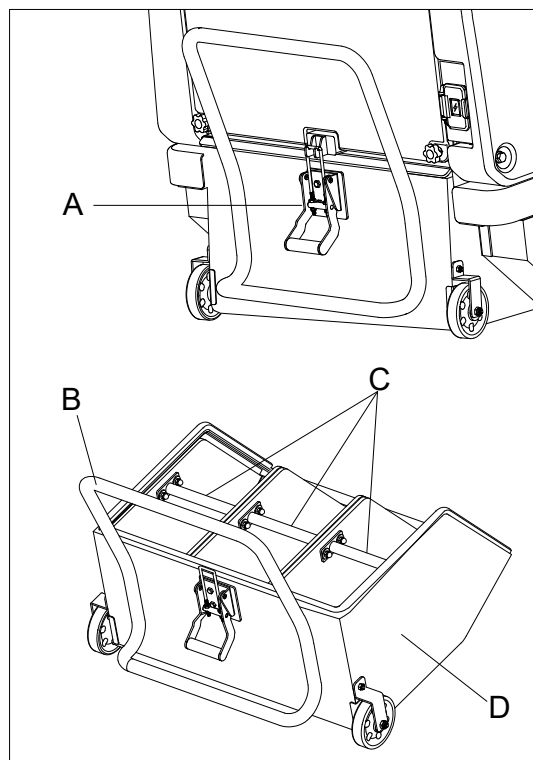

Figure 13
6. La trémie (D, figure 13) doit être vidée après chaque cycle de travail et à chaque fois qu'elle est pleine (se reporter à la procédure dans le paragraphe suivant).
3. Libérer le loquet (A, figure 13) en tirant sur son extrémité inférieure.
4. Retirer la trémie (D, figure 13) en la dégageant des guides internes avec la poignée (B, figure 13).
5. Éliminer tous les débris dans des conteneurs spéciaux. Afin de faciliter la procédure de décharge, il y a trois boîtes intérieures (en option) avec une poignée (C, figure 13) à l'intérieur de la trémie.
6. Installer les boîtes intérieures avec une poignée (C, figure 13), le cas échéant.
7. Installer la trémie (D, figure 13) et l'insérer dans les guides internes, puis la fixer avec le loquet (A, figure 13).
3. Vider la trémie (D, figure 13) (se reporter aux procédures du paragraphe précédent).